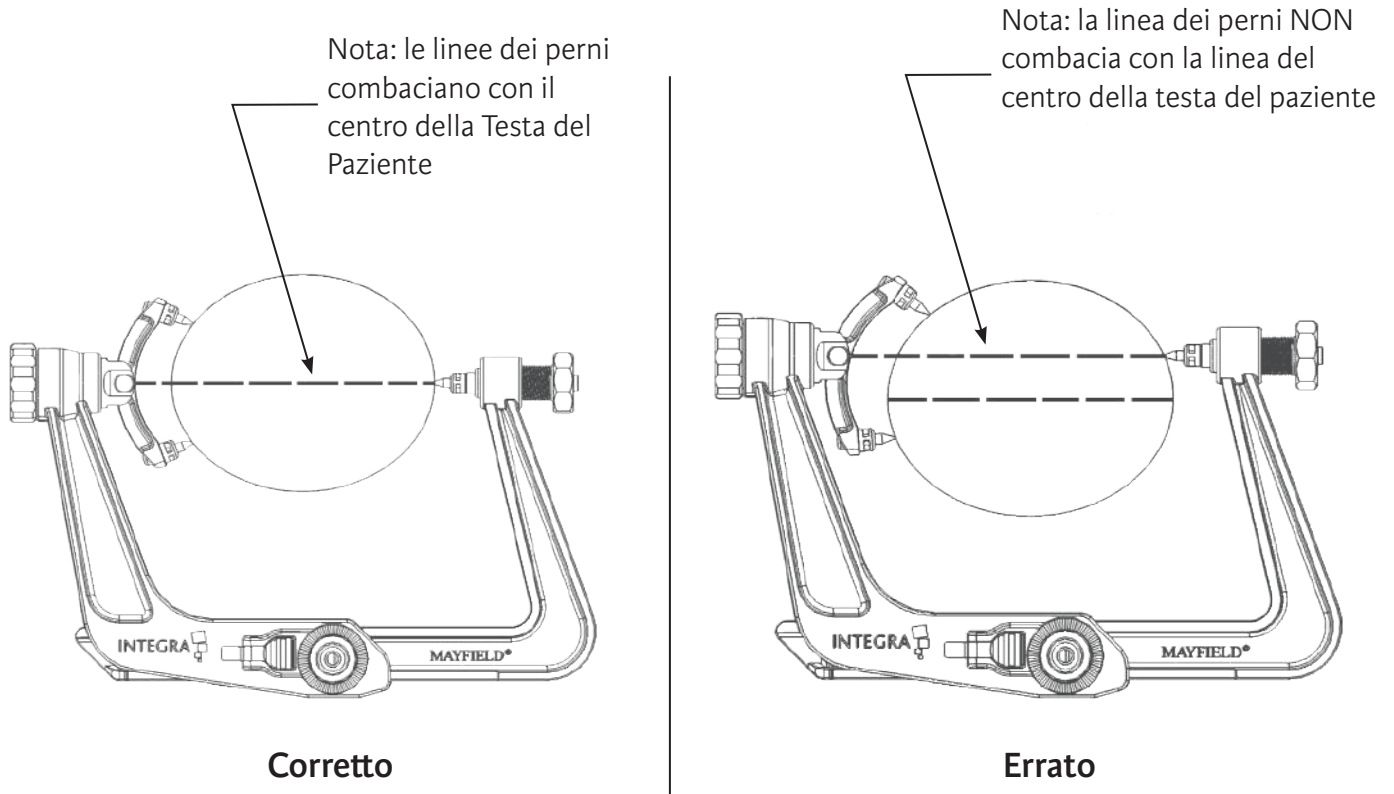

Figura 6 Posizionamento dei perni per cranio del bilanciante
4. Posizionare il bilanciante a 2 perni in modo che i perni per cranio siano equidistanti da una linea centrale della testa. (Cfr. Figura 6).